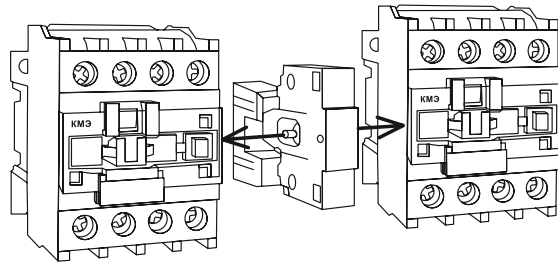

Рис. 2
2. Схема реализации реверсивной схемы на контакторах КМЭ ЕКФ с использованием блокировочного устройства (рис. 2).